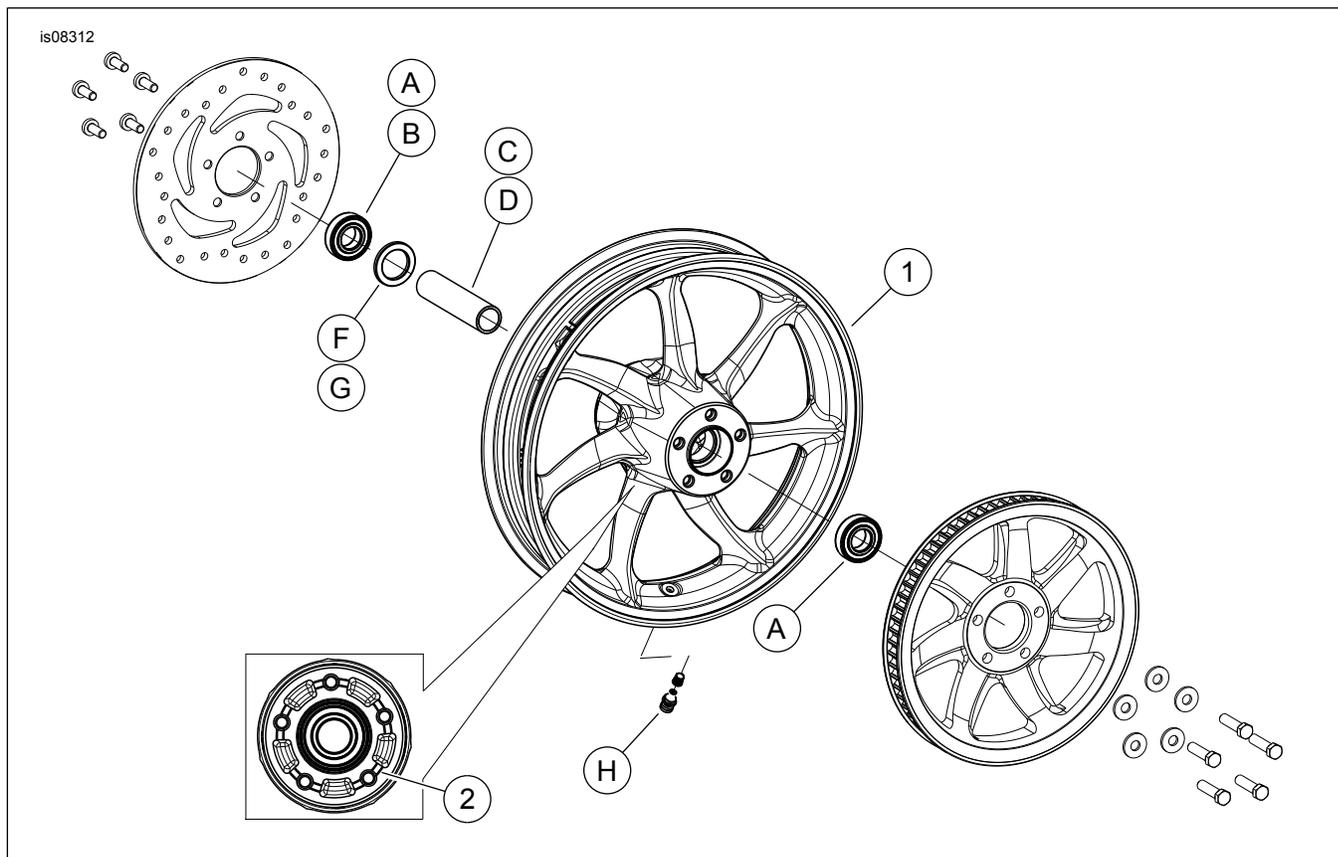

Figura 1. Peças de reposição: Rodas Machete traseiras (16 pol. mostrada)
Veja a figura 1. e Tabela 2.
2. Veja a figura 1. Instale o conjunto da haste de válvula (H) na roda. Consulte PNEUS no Manual de serviço.